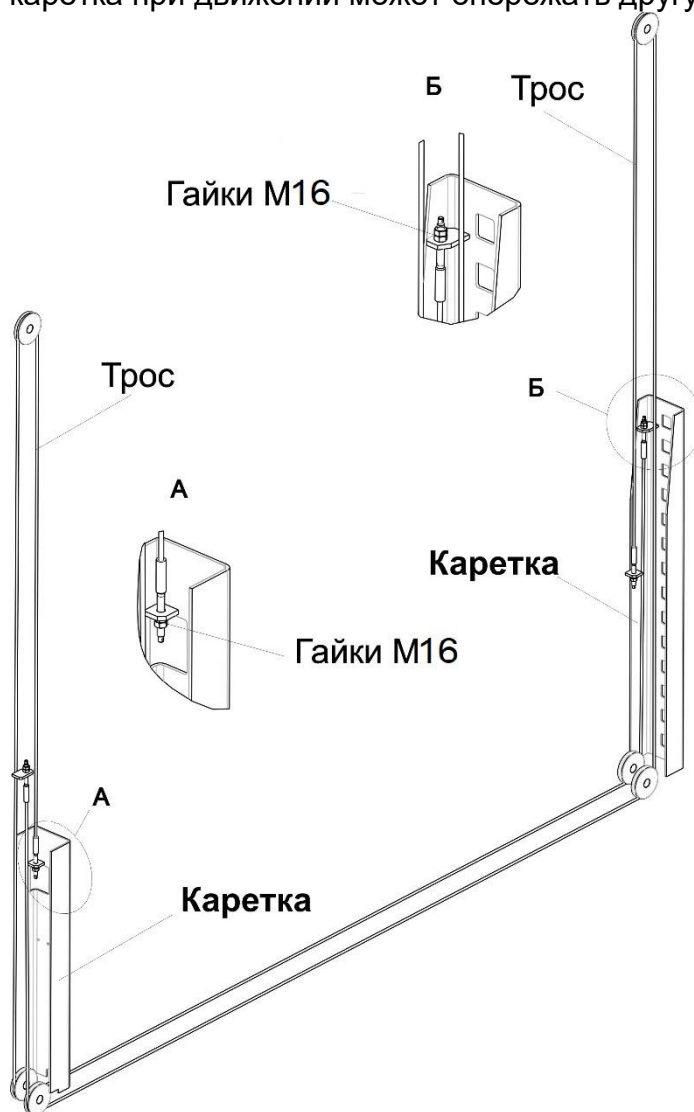

Рисунок 5 - Схема запасовки синхронизирующих тросов
6.6 Поднять каретки погрузчиком или другими подъемными средствами и установить их на стопоры (на высоте около 600 мм от пола). Установить тросы системы синхронизации кареток (см. Рисунок 5). Для облегчения монтажа тросов в каретках использовать тонкую проволоку, продетую через отверстие в наконечнике троса, убедиться, что тросы расположены на блоках. Отрегулировать натяжение тросов, путем закручивания гаек М16, до одинаковой степени натяжения, затем законтрить. При чрезмерном натяжении тросов каретки движутся прерывисто. При недостаточном натяжении тросов одна каретка при движении может опережать другую.